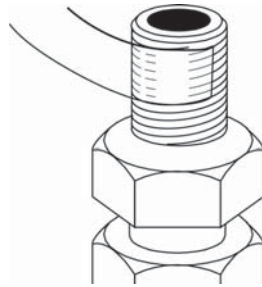

Figure 3
3. Enrouler une longueur de ruban de PTFE de 7,62 cm (3 po) de gauche à droite autour du filetage mâle des raccords. Bien resserrer afin qu'il épouse le filetage du raccordement et recouvre environ 1,3 cm (1/2 po). (Figure 3)